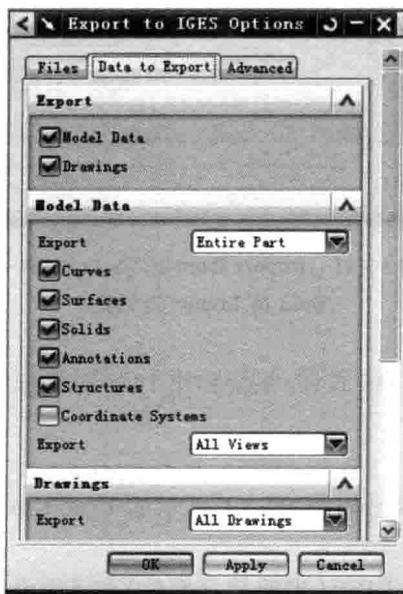
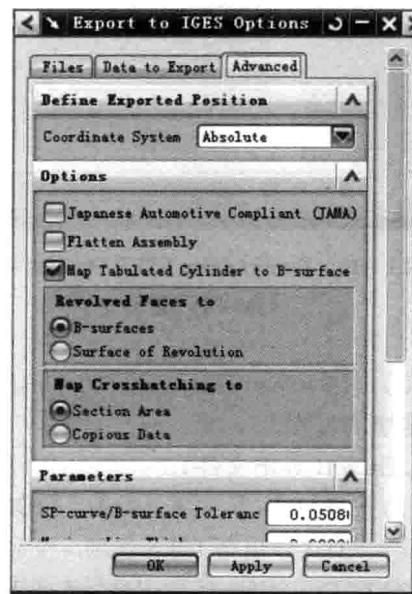

图 1-14 Export to IGES Options – Data to Export 对话框
图 1-15 Export to IGES Options – Advanced 对话框
(4) 用户还可根据需要在图 1-14 所示的 Data to Export(要导出的数据选项)与图 1-15 所示的 Advanced(高级选项)中进行相应的导出的模型数据与参数的相关设置。
(5) 点击 Export to IGES Options 对话框下的 OK 按钮,系统弹出 DOS 对话框,显示文件转换的过程。